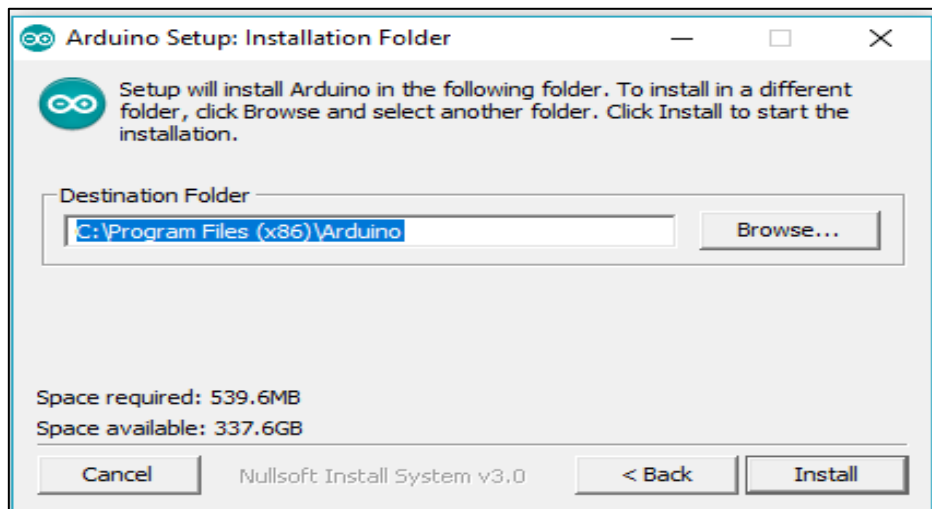

Figura 8. Confirmar la instalación
- Y procedemos a darle a Install e inmediatamente empezará a cargar tal como se puede apreciar en la figura 8 y 9.